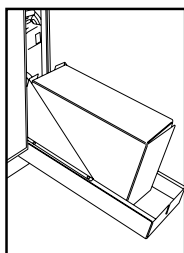

Abbildung 1
1. Öffnen Sie die Reinigungslösungstür (siehe unten Abbildung 1).